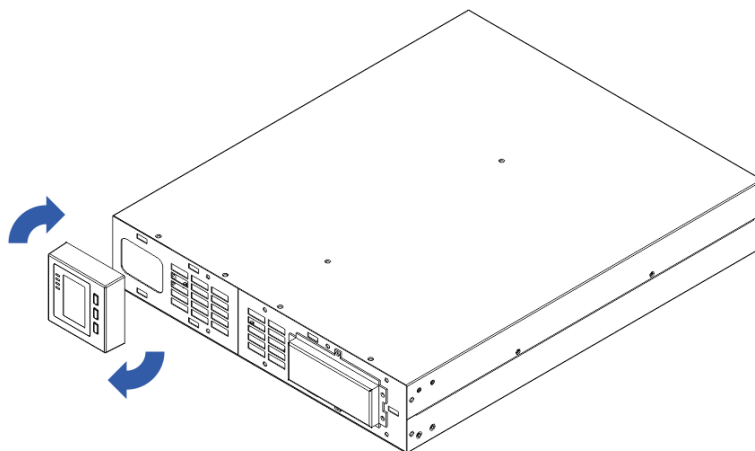

Figura 5.6: Rotação do painel de operação
- Puxe para frente o painel de operação com cuidado, gire 90 graus no sentido horário e encaixe novamente na frontal do nobreak. A Figura 5.6 demonstra esse procedimento.